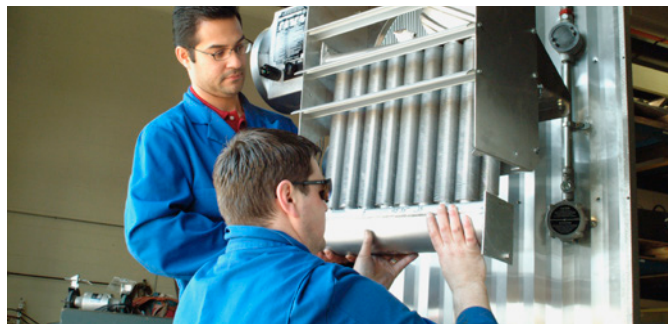

Figure 11
- 2.4 Avec l'aide d'un assistant supportant le poids du noyau, retirer les 3 boulons de montage du noyau. Faire descendre délicatement le noyau hors de l'enceinte (voir Figure 11, page 18).